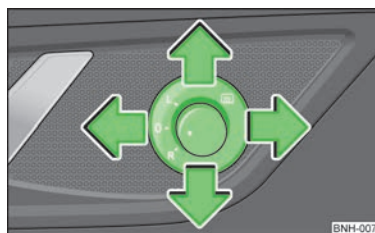

Fig. 31
- Aduceți butonul rotativ în poziția  » fig. 31.
- Aduceți butonul rotativ în poziția **L** » fig. 31. Mișcarea suprafeței oglinzii este identică cu mișcarea butonului rotativ.
- Aduceți butonul rotativ în poziția **R** » fig. 31. Mișcarea suprafeței oglinzii este identică cu mișcarea butonului rotativ.